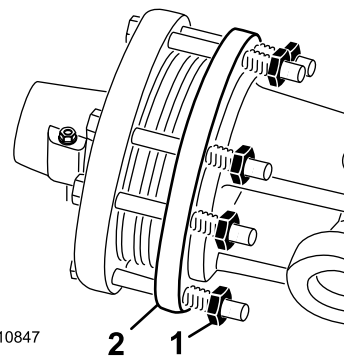

Рисунок 47
1. По окончании сезона отверните каждую гайку муфты на 2 оборота (Рисунок 47).